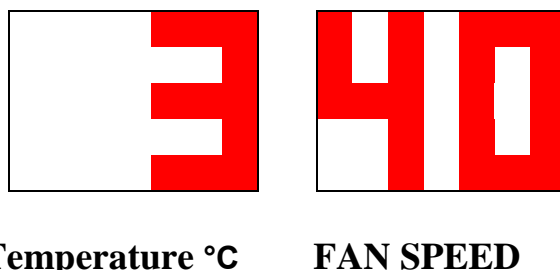

Рисунок 5 – Настройка температуры включения насоса
- с помощью кнопок 1 и 2 выбрать пункт меню «3» и выставить температуру включения с помощью кнопок 3 и 4. При этом на индикаторе «2» будет отображаться текущее значение температуры, рисунок 5;